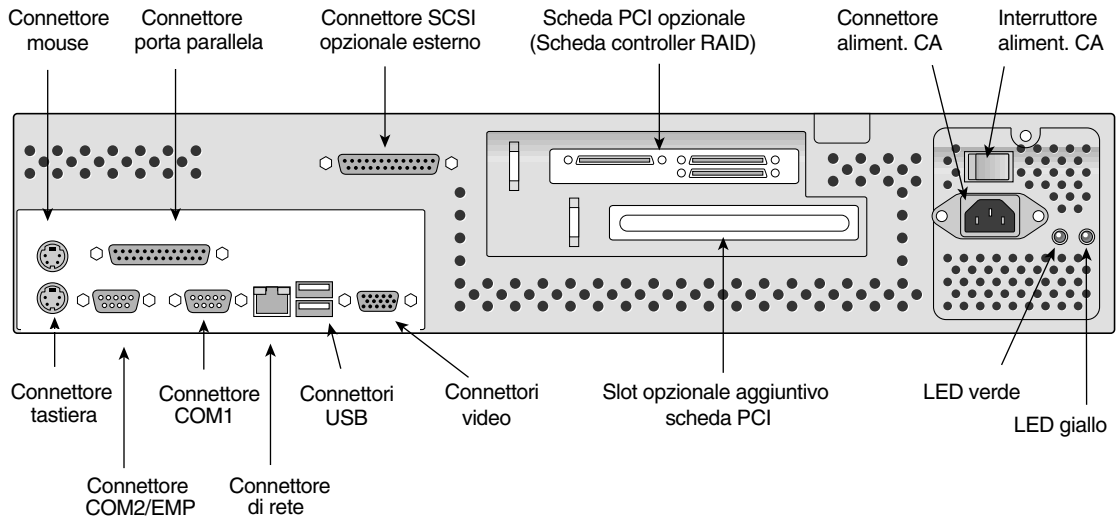

Figura 2 Connettori e controlli posteriori del server SGI 1200
6. Collegare le seguenti periferiche comuni ai connettori illustrati nella Figura 2: